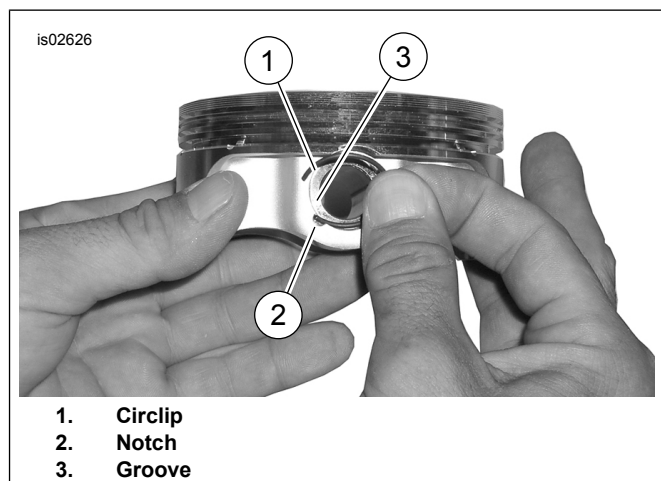

Figura 2. Circlip u Pistun (pistun ġeneriku muri)
- Ara Figura 2 . Daħħal it-tarf miftuħ tas-circlip (1) fit-talja (3) fuq l-iskanalatura (2) ta' madwar l-boss tal-pinn tal-pistun sabiex l-ispazju ikun fil-pożizzjoni ta' 12:00 jew 6:00 meta jkun installat.